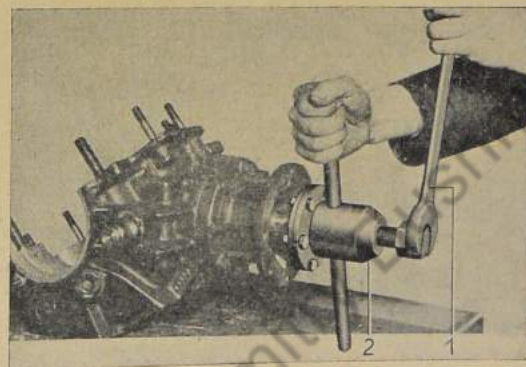

Bild 631: Antriebsflanschnabe abziehen
10. Flanschnabe für Antriebskegelrad mit Abzieher Nr. 1306 abziehen (Bild 631).